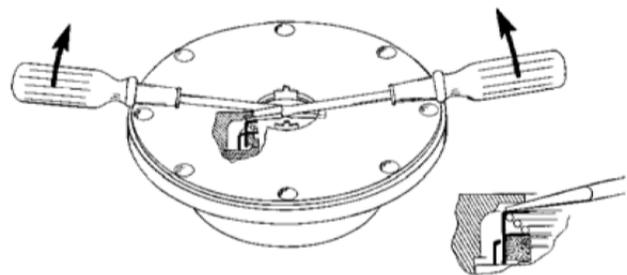

Figura 5 – Desmontaje del sello mecánico
8. Retire los tornillos prisioneros del cabezal (21). Apalque delicadamente el cabezal para alejarlo del cilindro.
9. Deslice el cabezal para quitarlo del eje. El O-ring del cabezal (72), el rodamiento (24) y el sello mecánico (153) se saldrán junto con el conjunto del cabezal. Retire y deseche el O-ring del cabezal.
- a. Extraiga el rodamiento (24) del alojamiento en el cabezal.
- b. Para retirar el sello mecánico, utilice dos destornilladores contra la cara posterior de la camisa del sello de modo de empujar delicadamente el sello para quitarlo del cabezal (consulte la figura 5). Tenga cuidado al colocar los destornilladores para evitar daños a las caras del sello. Retire y deseche los O-rings del sello.